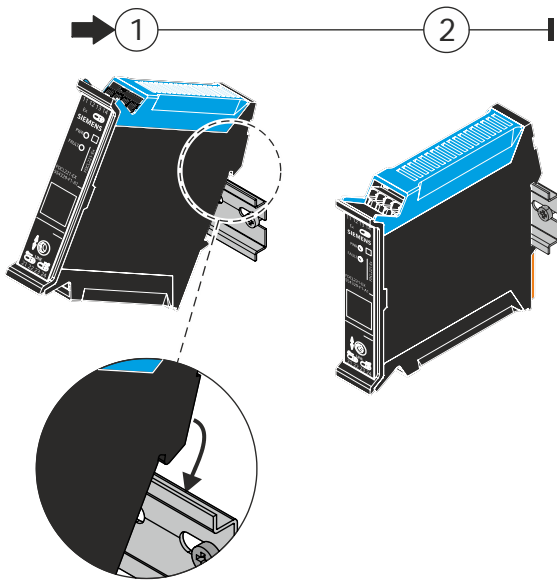

Fig. 3
**Installation on a DIN rail (Fig. 3)**
**Montage auf Hutschiene (Fig. 3)**